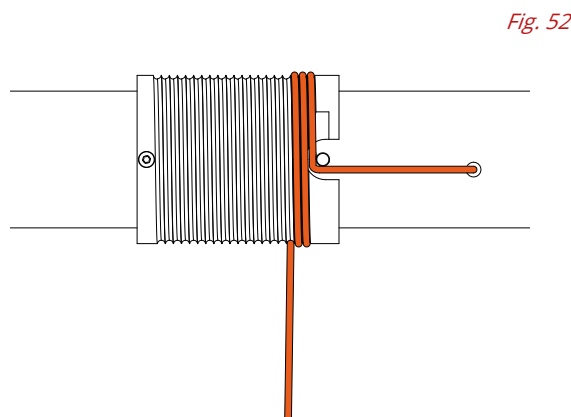

Fig. 52
**5 / PASSER LE CÂBLE TENDU VERTICALEMENT SOUS L'AXE DE VERROUILLAGE DU TAMBOUR ET LE TIRER VERS LA DROITE, DANS L'AXE DE L'ARBRE. (FIG. 52)**